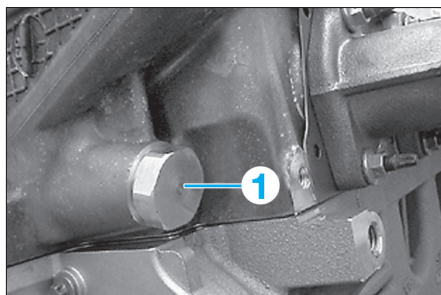

Fig. 85
- Dévisser le tendeur de chaîne (1) (Fig.85).